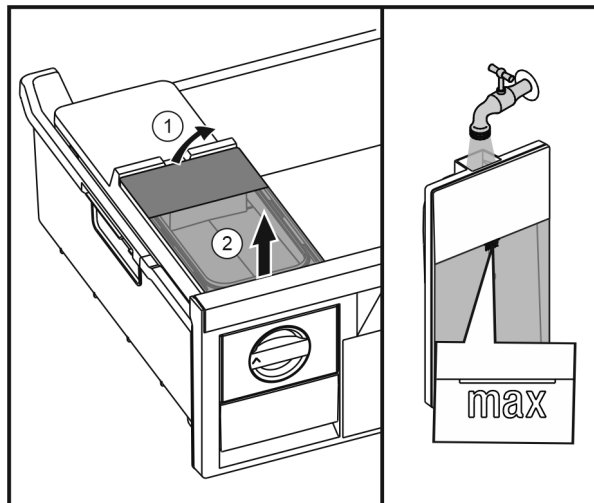

Fig. 38
- ▶ Rezervoar za vodo dvignite z zadnje strani Fig. 38 (1) in ga odstranite v smeri navzgor Fig. 38 (2).